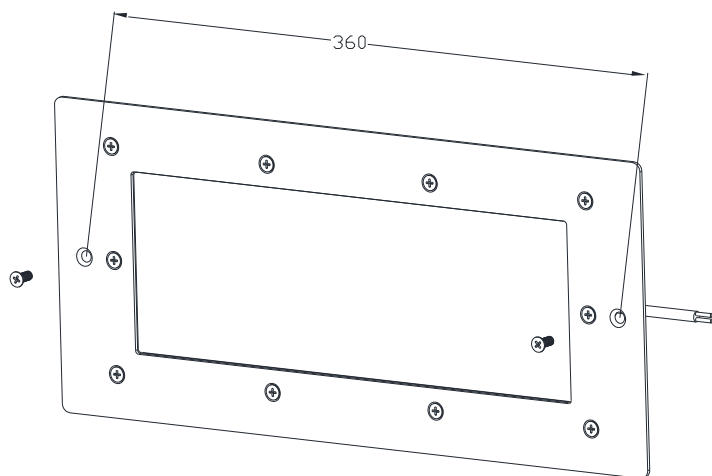
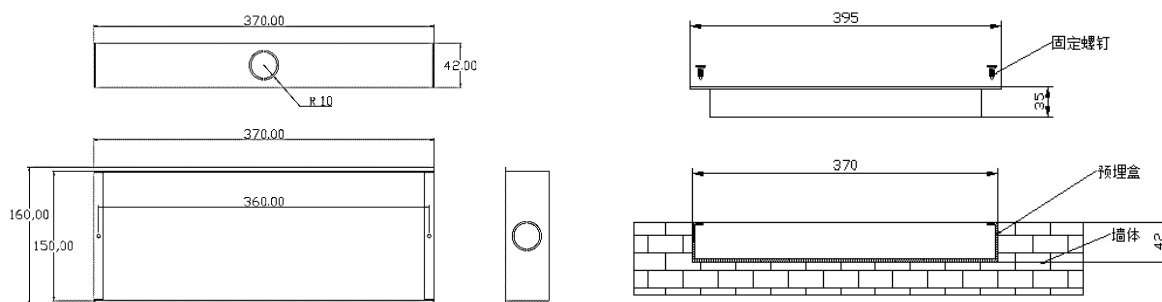

图 65
图 66
1. 安装：安装示意图如图 65、图 66 所示。
4. 嵌入式照明灯安装尺寸如图 65 所示
嵌墙式需配预埋盒，安装示意图参见图 66